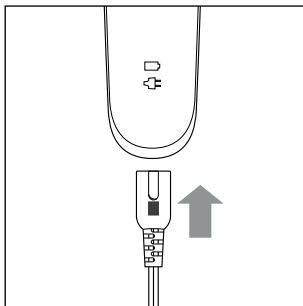
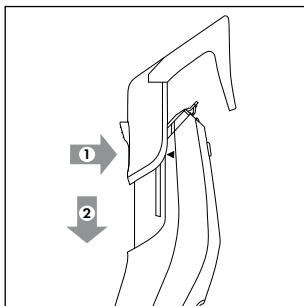

Fig. 1
Fig. 2
- 2) Raccordez la fiche creuse  9 de l'adaptateur secteur  8 avec l'appareil (voir fig. 1).
- 2) Raccordez la fiche creuse ⑨ de l'adaptateur secteur ⑧ avec l'appareil (voir fig. 1).
- 3) Insérez la fiche secteur de l'adaptateur secteur ⑧ dans une prise de courant aisément accessible (100 - 240 V ~, 50/60 Hz).
- 4) Allumez l'appareil en poussant l'interrupteur Marche/Arrêt I/O ⑤ en position I.
- ▶ N'utilisez jamais l'appareil avec un sabot ⑩/⑪ défectueux ou cassé. L'absence de dents sur le sabot ⑩/⑪ peut entraîner un risque de blessures.
- ▶ Éteignez l'appareil avant de mettre en place ou de retirer un sabot ⑩/⑪.
- ◆ Pour insérer un sabot **10/11** poussez-le en dessous de la tête de coupe **1** sur l'appareil. Veillez pour cela aux rails de guidage **3** à gauche et à droite. Poussez ensuite le sabot **10/11** le long des rails de guidage **3** vers le bas (voir fig. 2). Pour cela, maintenez appuyé le bouton à l'arrière du sabot **10/11**.